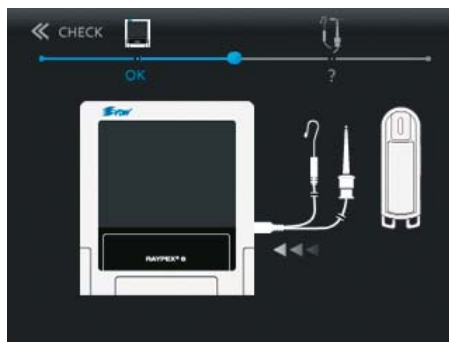

Рис. 32. Подключение измерительного кабеля
- Соедините измерительный кабель с прибором (рис. 32).